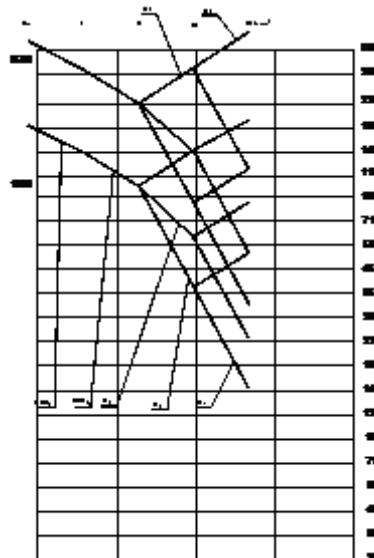

Рис. 1 График частот вращения
- 11. Определите диапазон регулирования привода (Рис. 1).
- 12. Определите диапазон регулирования электродвигателя (Рис. 1).
- 16. Запишите формулу для определения передаточного отношения передачи  $u_3$ , используя формулу  $U = \varphi^k$ , где  $\varphi = 1,26$ ;  $k$  – число интервалов, которые пересекает изображение передачи на графике (Рис. 1).